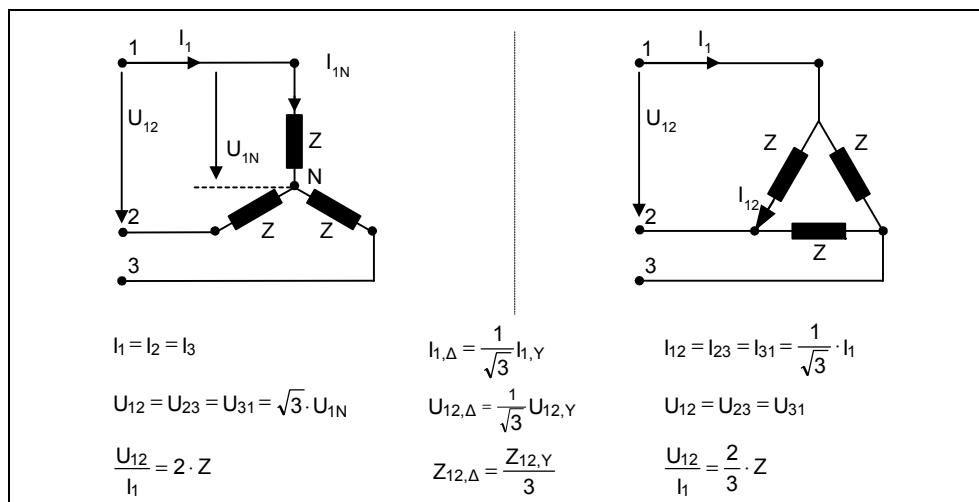

Bild 3-19 Sternschaltung / Dreieckschaltung
- Sind die verfügbaren Motorenndaten (P0304, P0305, P0350) nicht konsistent mit der Motorbeschaltung, so ist eine entsprechende Umrechnung (siehe Bild 3-19) vorzunehmen und anschließend einzugeben.